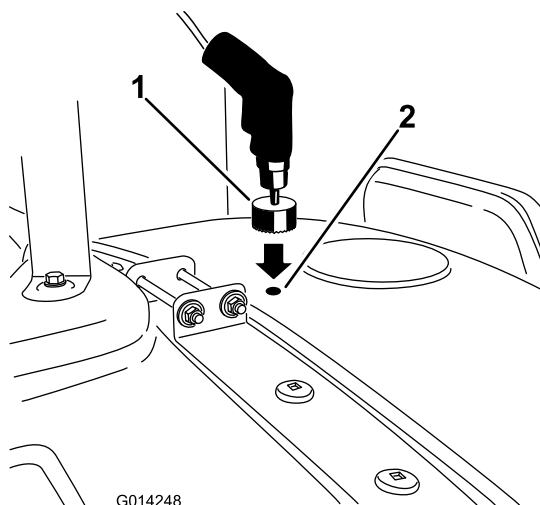

Bild 13
7. Wiederholen Sie die Schritte für das vordere Loch an der Bohrmarkierung vor dem Behälterdeckel (Bild 13).